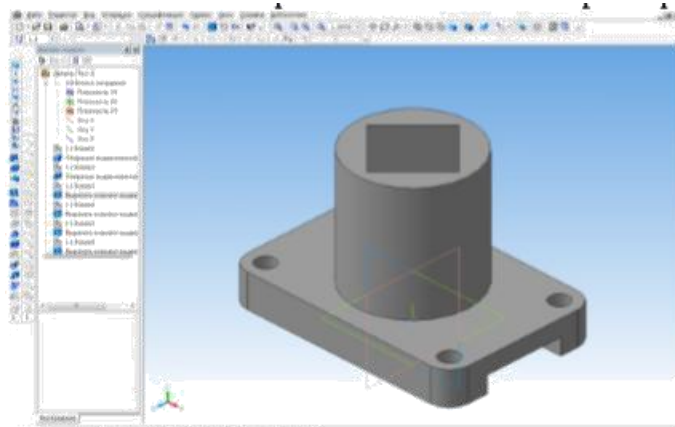

Рис. 13. Создание эскиза ребер жесткости
16. В **ДЕРЕВЕ МОДЕЛИ** – активировать плоскость XY. Перейти в **ЭСКИЗ**. При помощи вспомогательных прямых и команды **ОТРЕЗОК** наметить контур ребра жесткости по нижней и внешней сторонам. Линию вдоль поверхности цилиндра не проводить. Команда выполняется отдельно для каждого ребра жесткости. Выйти из режима **ЭСКИЗ** (рис. 13).